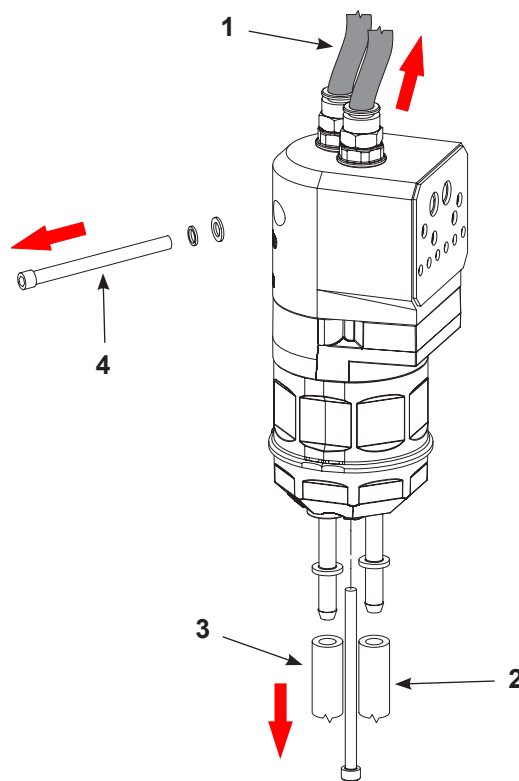

Рис. 18 Подготовка к разборке модернизированного насоса
1. См. Рис. 18. Отсоединить шланги продувочного воздуха от верхней части модернизированного насоса (1), если требуется.